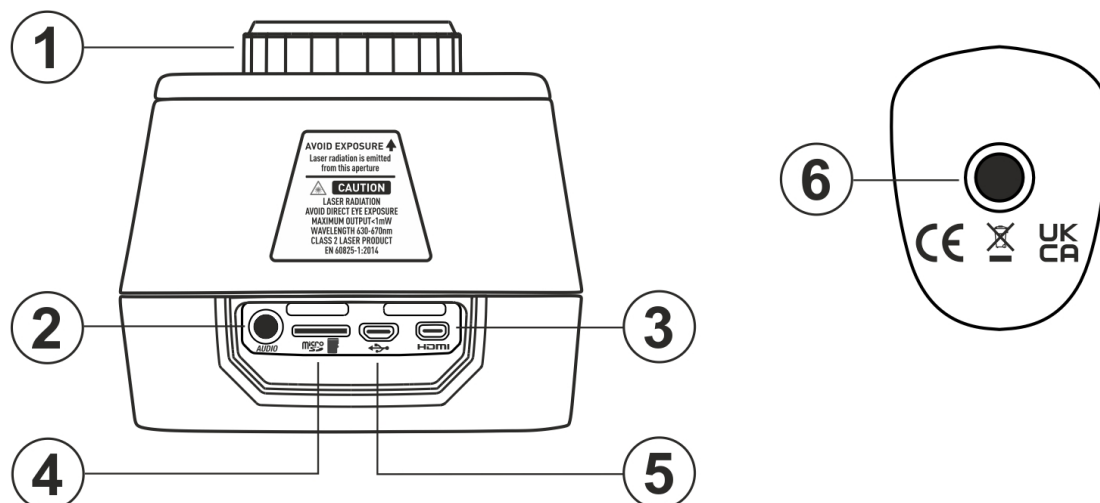

Fig. 4: Descrição parte superior e inferior do instrumento
1. Pressione a tecla  por **2 segundos** para ligar o instrumento. Após a exibição do ecrã inicial (ver Fig. 4 - lado esquerdo), o instrumento precisa de um certo tempo de aquecimento (cerca de 30s) para fornecer medições de temperatura precisas e imagens de qualidade.
2. O instrumento mostra inicialmente a imagem visível por alguns segundos e a mensagem "IR Calibration..." a fim de calibrar corretamente o sensor interno (ver Fig. 4 - parte central)
3. Após alguns segundos, a imagem IR é exibida no dispositivo e o instrumento está pronto para a campanha de medição (ver Fig. 4 - lado direito)